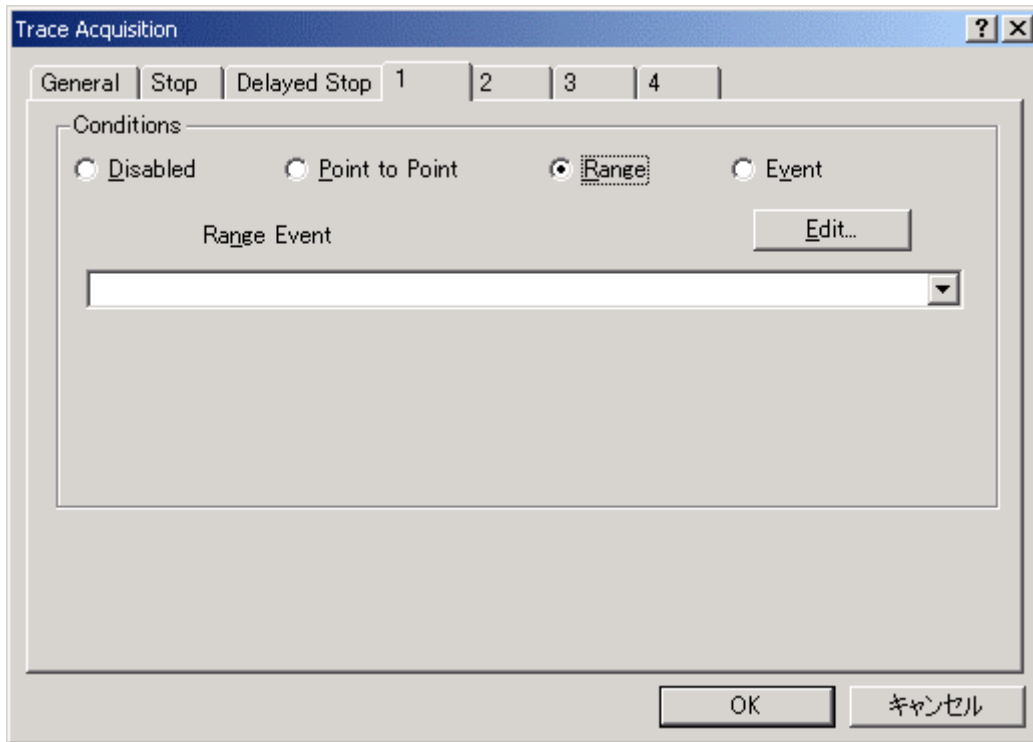

図 6-46 [Trace Acquisition]ダイアログボックス (1 ページ表示)
- (8)[1]ページを選択し、[Conditions]グループボックスの[Range]ラジオボタンをクリックします。クリックと同時に[Range Event]ドロップダウンリストボックスと[Edit...]ボタンが表示されます。(図 6-46 [Trace Acquisition]ダイアログボックス)
- (9)[Range Event]ドロップダウンリストボックスをクリックし、先ほど登録したイベントを選択します。これでイベントが有効となりました。[OK]ボタンをクリックし、トレースの設定は終了です。